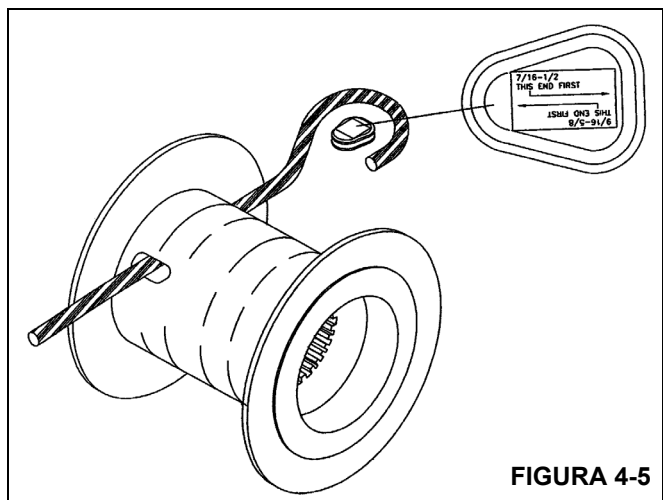

FIGURA 4-5
- Instale el extremo del cable en el malacate utilizando el receptáculo de cuña provisto (Figura 4-5).